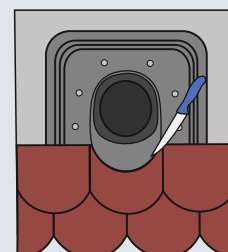

Rys. 3.
5. **Włożyć rurę wywiewną do podstawy i zatrzasać (**Rys. 3.**)**